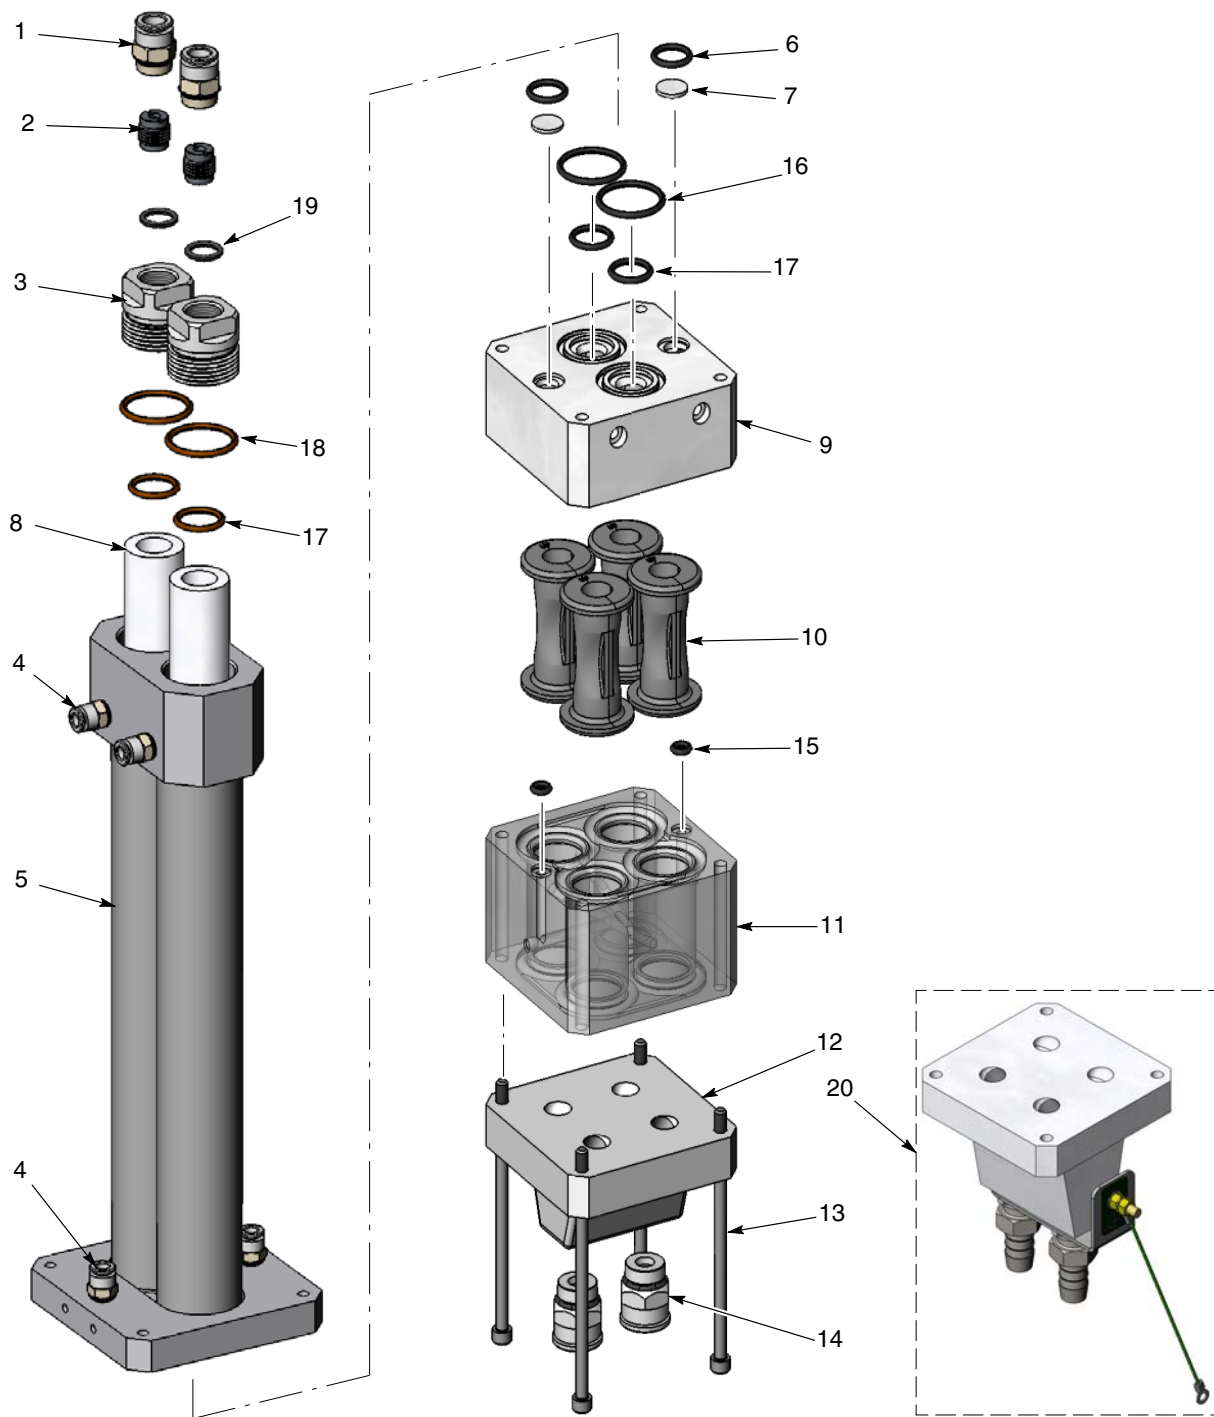

Figura 11 Desmontaje y montaje de la bomba
6. Ver la figura 11. Empezando con los tubos de fluidificación, desmontar la bomba tal y como se muestra a continuación.